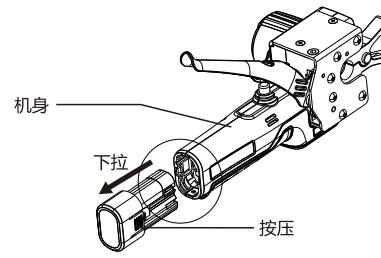

图1
- (1) 按压电池包两侧条状凸起部位，并下拉取下电池包；请握紧机身避免掉落。（图1）